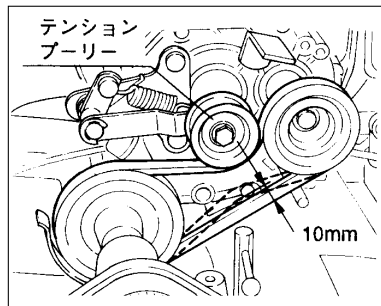

図17
- 調節方法はエンジンベースを前後して調節します。(図17)